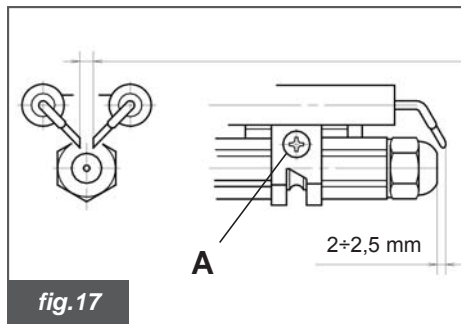

fig. 17
- Ôter les électrodes en dévissant la vis **A**, illustrée dans la figure 17
Pour un bon fonctionnement du brûleur, il est indispensable de respecter minutieusement les distances, indiquées dans la figure 17, entre les électrodes et entre les électrodes et le gicleur.